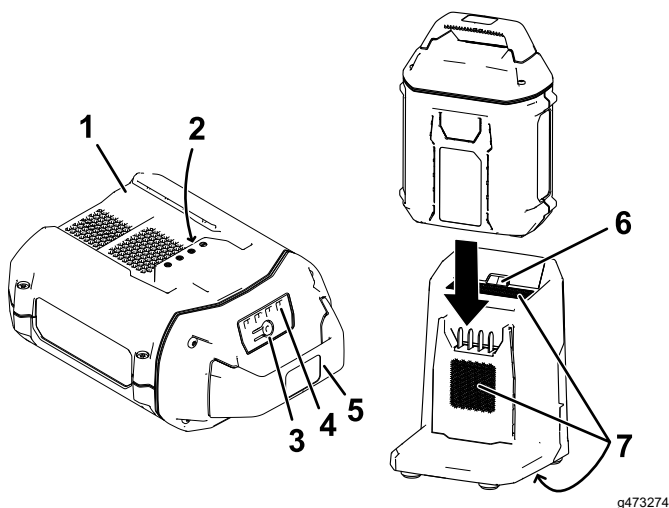

Bild 19
2. Fluchten Sie das Loch im Akkupack (Bild 19) mit der Zunge am Ladegerät aus.
3. Schieben Sie den Akkupack in das Ladegerät, bis es einrastet (Bild 19).